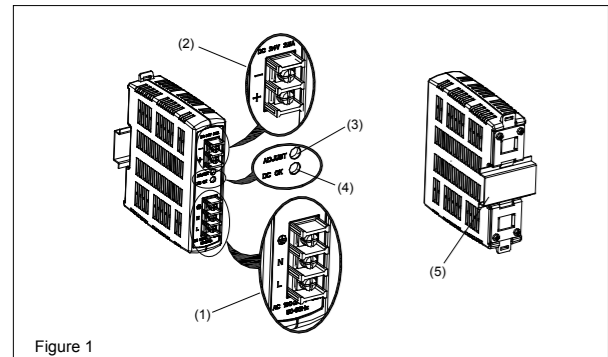
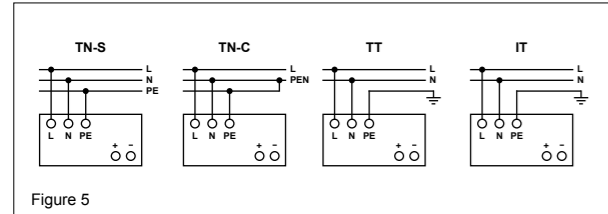

Figure 1
Figure 5
2. Gerätebeschreibung (Abb. 1)
5.1. Anschluss der Eingangsklemmen (Abb. 1, Abb. 5)
5.2. Anschluss der Ausgangsklemmen (Abb. 1 (2))
Verwenden Sie die Schraubklemmen „+“ und „-“, um den 24Vdc-Anschluss herzustellen. Am Ausgang stehen 24Vdc zur Verfügung. Die Ausgangsspannung kann am Potentiometer zwischen 22 und 28Vdc eingestellt werden. Die grüne LED „DC OK“ zeigt die korrekte Funktion des Ausgangs an (Abb. 1 (4)). Das Gerät verfügt über einen Kurzschluss-, Überlast- und Überspannungsschutz, der auf 35Vdc begrenzt ist.